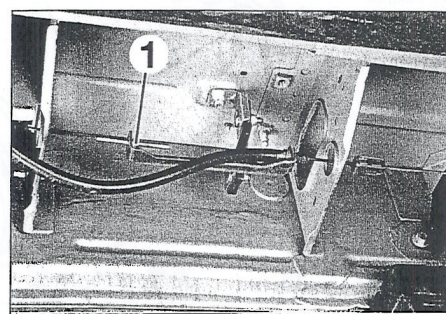

FIGURA 7-13
- Destensar los cables aflojando la tuerca (1) (figura 7-13).
- Apretar ligeramente la tuerca (1) hasta que empiecen a tensar los cables.